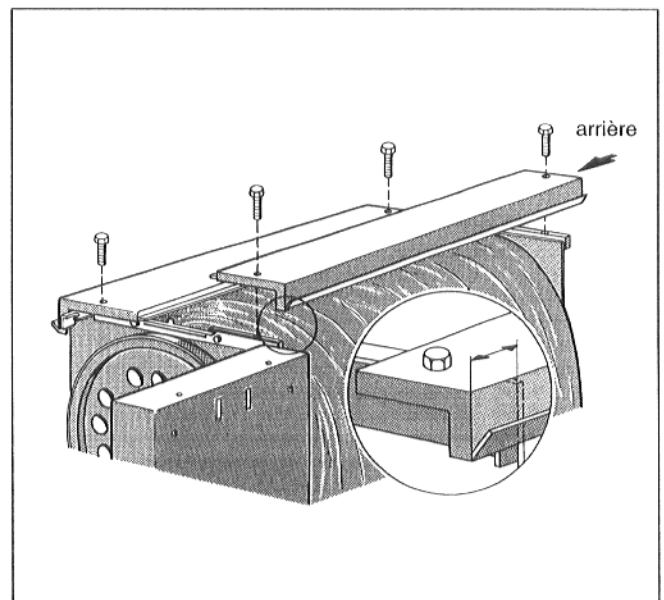

Fig. 11
- Poser les parties gauche et droite du capot sur la traverse supérieure et les visser à l'avant et à l'arrière dans les traverses à l'aide de vis à six pans creux (Fig. 11).
La distance entre le bord avant de la partie capot et la paroi avant de la chaudière doit être de 38 mm (Fig. 11).